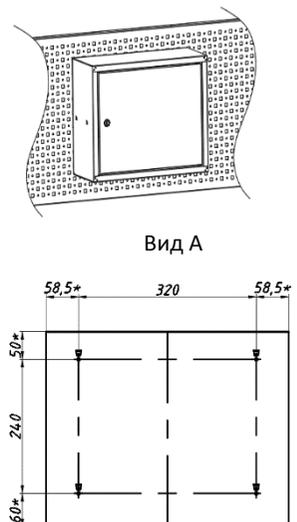

Рис. 2. Установочные размеры *
- 3.3. Антресель преимущественно устанавливается на перфорацию экранов верстаков, отдельных перфопанелей. Устанавливается на зацепах (язычках) расположенных на задней стенке антресели. Также рядом с зацепами присутствуют отверстия $\Phi 5,5$ мм. для дополнительного закрепления на перфорации, либо для навешивания и установки в другом месте на усмотрение и ответственность потребителя (справочные установочные размеры - Рис.2)